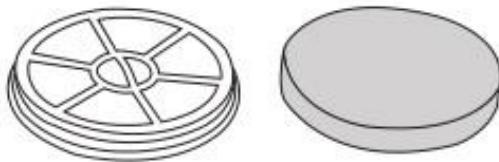

Рис.9
3. Тримаючи контейнер за ручку, розташуйте його над сміттєвим баком нижньою кришкою вниз. Відіjmіть засувку нижньої кришки контейнера для відкривання і очищення від пилу. Після видалення пилу закройте нижню кришку. Утримуючи знизу корпус контейнера, відіjmіть засувку кришки і відкрийте її. Зніміть і розберіть циклонний фільтр. Витрусять залишки пилу з контейнера і елементів циклонного фільтра. (Рис.9).
4. Після очищення промийте пилозбірник і елементи фільтра холодною проточною водою і витріть насухо, або ретельно просушіть. (Рис.9)